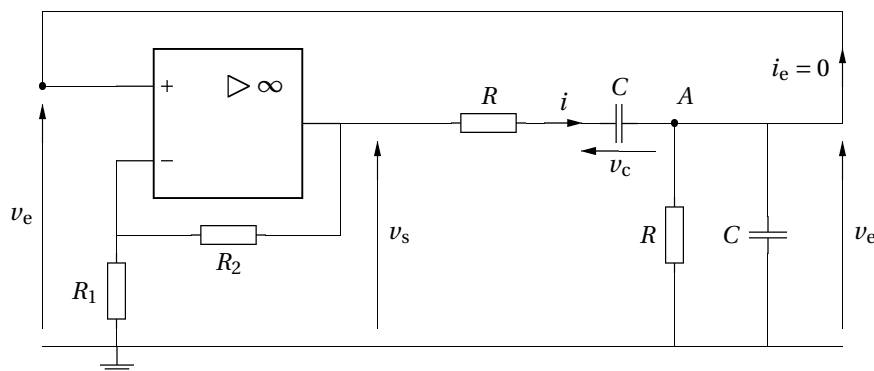

FIGURE III-2 – Schéma électrique de l'oscillateur à filtre de Wien
Nous étudions dans cette partie l'oscillateur à filtre de Wien (figure III-2).
7. En étudiant le fonctionnement de l'amplificateur linéaire intégré présent dans le schéma de la figure III-2, en déduire la valeur de l'amplification  $A = \frac{v_s}{v_e}$  en fonction des résistances  $R_1$  et  $R_2$ .